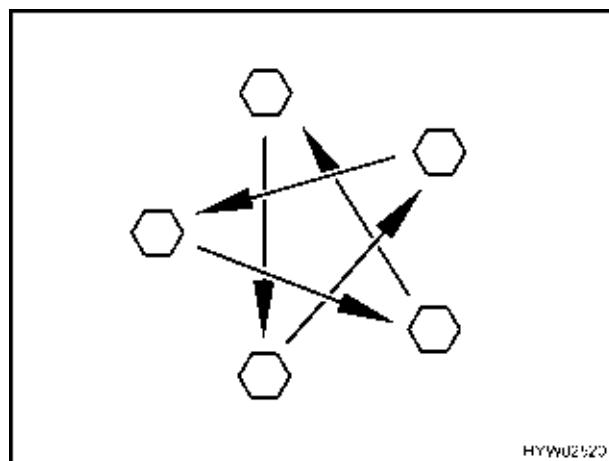

Bild 156 Radmuttern oder Radschrauben über Kreuz anziehen
- Radmuttern oder Radschrauben regelmäßig auf festen Sitz prüfen. Radmuttern oder Radschrauben eines ausgewechselten Rades nach 50 km über Kreuz nachziehen (Bild 156). Anziehdrehmoment siehe Abschnitt Anziehdrehmoment.
- Radmuttern oder Radschrauben über Kreuz anziehen (Bild 156). Anziehdrehmoment siehe Abschnitt Anziehdrehmoment.